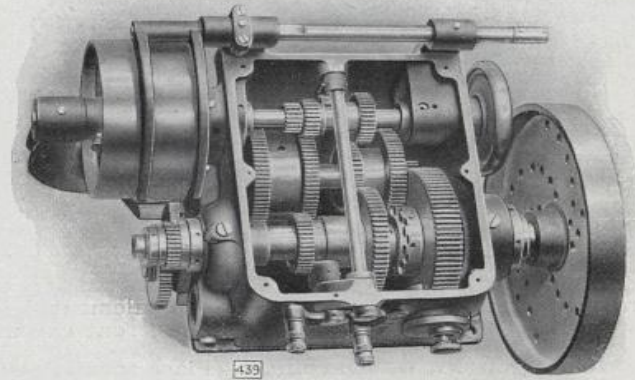

FIG. 439.
**Poupée**, du type à commande par poulies fixe et folle (fig. 439).